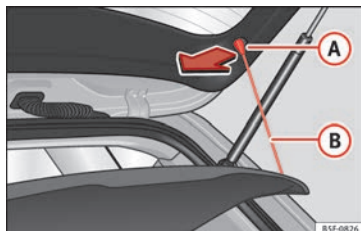

Fig. 159 En el maletero: desmontar y montar la bandeja.
- Desenganche los tirantes de sujeción » **fig. 159** **B** de los alojamientos **A**.
- Enganche los tirantes de sujeción » **fig. 159** **B** en el portón trasero » **△**.